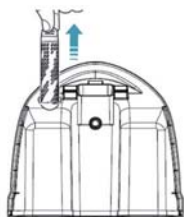

Fig.5
3. Remplacez le boîtier de dé-calcaire : Le boîtier de dé-calcaire doit être remplacé si l'appareil a été utilisé pendant 2 mois. Tout d'abord, détachez le réservoir d'eau et retirez le boîtier de dé-calcaire (voir Fig.5). Ensuite, remplacez-la par une nouvelle boîte de dé-calcaire. Enfin, remettez le réservoir d'eau bien en place.